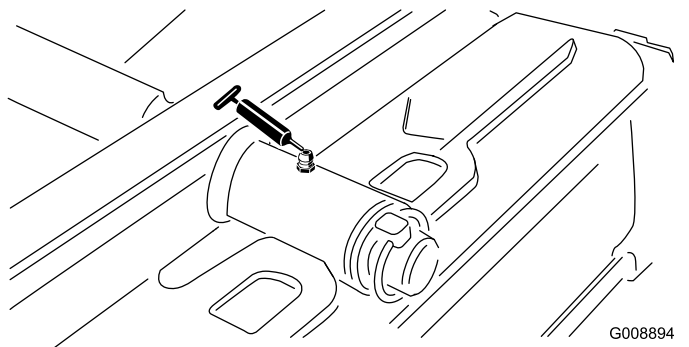

Figura 49
- Perno dell'apparato di taglio posteriore (Figura 49)